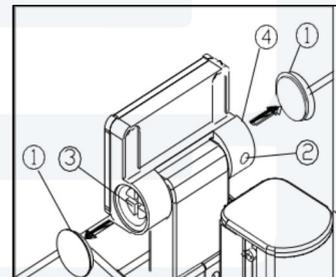

Fig.4
- Outil pointu qui ouvre les écrous (1) des deux côtés, la clé Allen visse les vis hexagonales M3 (2) de la tête des vis. Vissez les écrous plats (4) pour régler la tension, pendant ce temps le tournevis droit maintient l'axe de rotation (3) immobile. (Voir Fig. 4)
- Serrer deux vis hexagonales M3 (2), puis remplacer les écrous